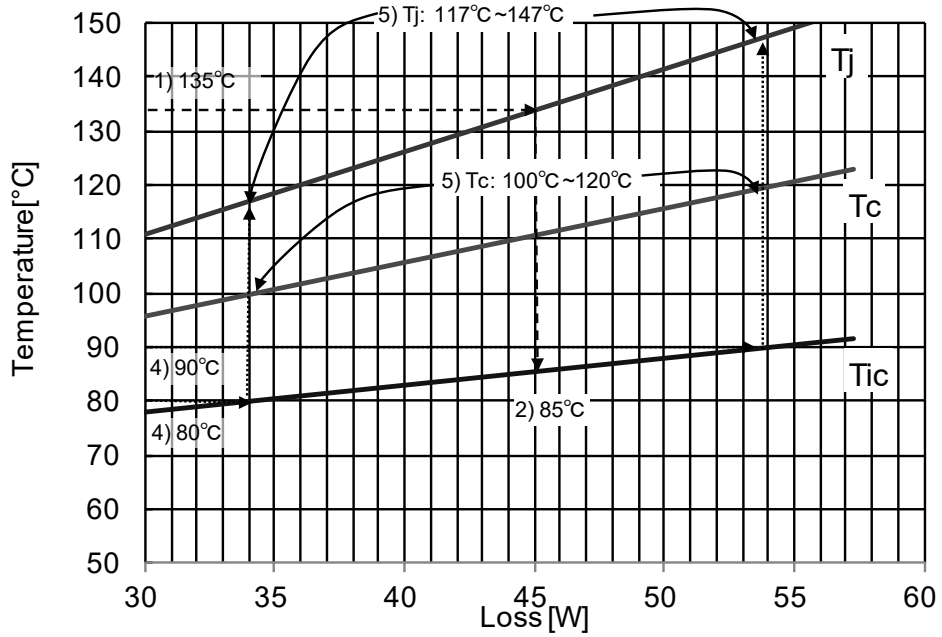

図 2-2-15 Tj,Tic,Tc 相関 (図 2-2-14 の拡大図)
ここでは、図 2-2-15 (次ページに記載) を用いた温度保護設定手順例を表 2-2-8 に示します。
2) Tj-Tic 相関グラフ (図 2-2-15) より保護をかける LVIC 温度を求める。	Tic=85°C (@Tj=135°C)
5) 4) で求めた Tic の範囲から図 2-2-15 にて接合温度 Tj の保護温度のバラツキを確認する。	Tj=117°C~147°C (←Tj=150°C 以下で問題なし) このときのケース温度は Tc=100°C~120°C となります。